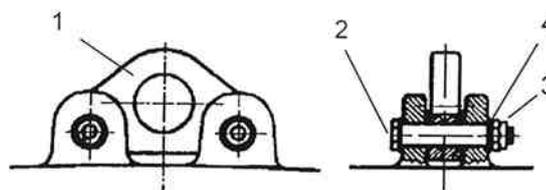

Bild 8
Die Aufhängeöse (1) (Bild 8) wird auf die Oberseite des Kettenzuggehäuses mittels zwei Gewindebolzen (2) an die vier dafür vorgesehenen Laschen befestigt.